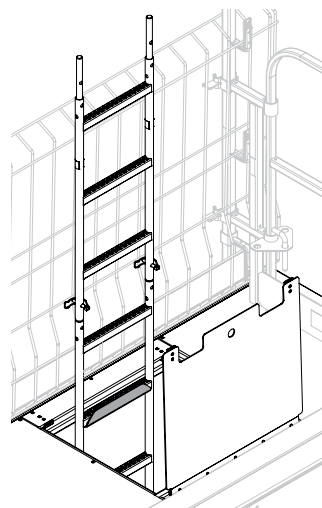

Fig. A9.07
1. Fixer l'échelle MXP 90 (19) aux goujons de tube (9.1) de l'échelle MXP 270 (9).
2. Fixer la goupille rabattable (10.3). (Fig. A9.07)
- L'échelle d'accès est montée. (Fig. A9.07)